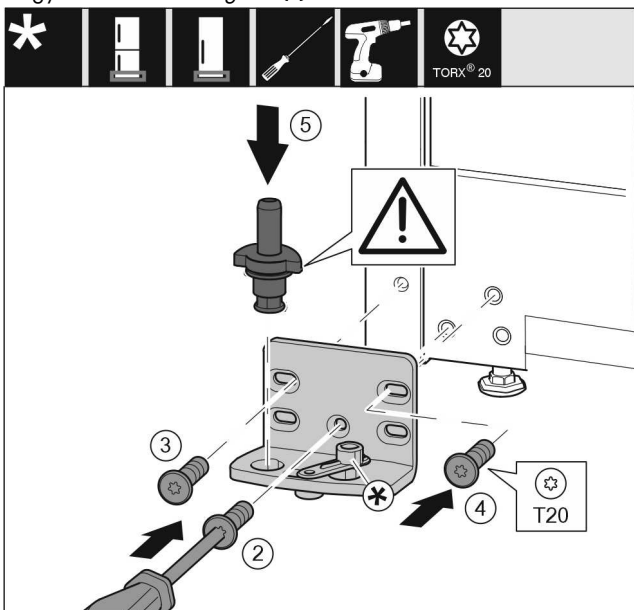

Fig. 37
- ▶ Helyezze fel a csapágybakot a másik oldalra, és csavarozza fel csavarhúzóval. Kezdje alul, a középső csavarral Fig. 37 (2).
- ▶ Húzza meg a csavart Fig. 37 (3) és a csavart Fig. 37 (4).
- ▶ Helyezze be teljesen a csapszeget Fig. 37 (5). Ügyeljen közben arra, hogy a reteszelő bütyök hátrafelé mutasson.
- ▶ Helyezze fel a csapágybakot a másik oldalra, és csavarozza fel csavarhúzóval. Kezdje alul, a középső csavarral (2).*
- ▶ Húzza meg a csavart (3) és a csavart (4).*
- ▶ Fordítsa el 180°-kal a záráscsillapító egységet (5). Csavarozza fel a csapágybak másik oldalára csavarhúzóval.*
- ▶ Helyezze be teljesen a csapszeget (6). Ügyeljen közben arra, hogy a reteszelő bütyök hátrafelé mutasson.*